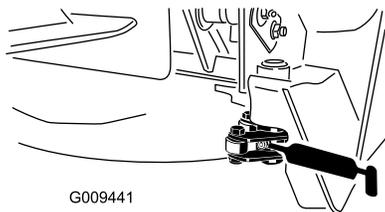

Figura 41
Articulação do trinco (2) (Figura 41)